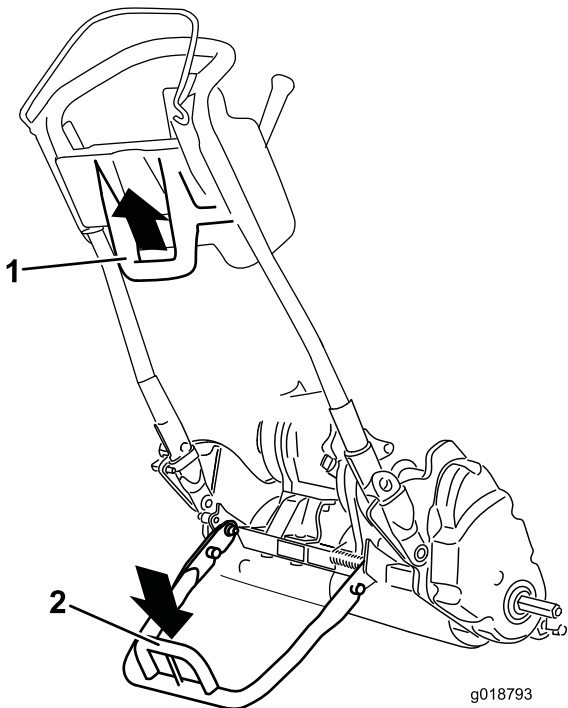

图26
- 要使用支撑架安装行走轮、首先应将其放到地面上、踩下支撑架环、并向上向后拉中下部手柄（图26）。